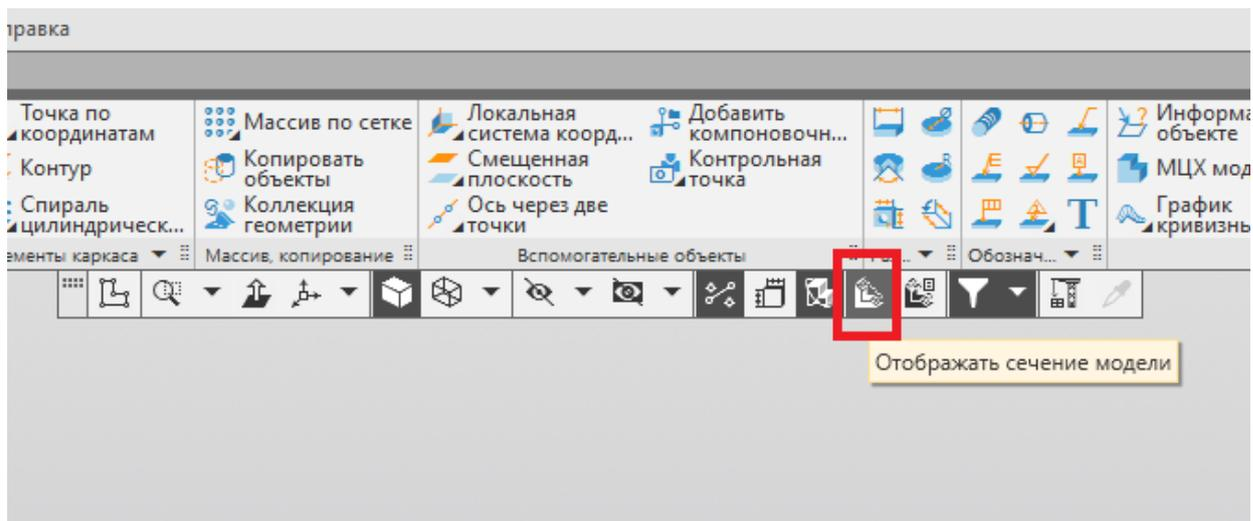

Рис. 97
25. При повторном нажатии данной пиктограммы сечение исчезает (рис. 97).